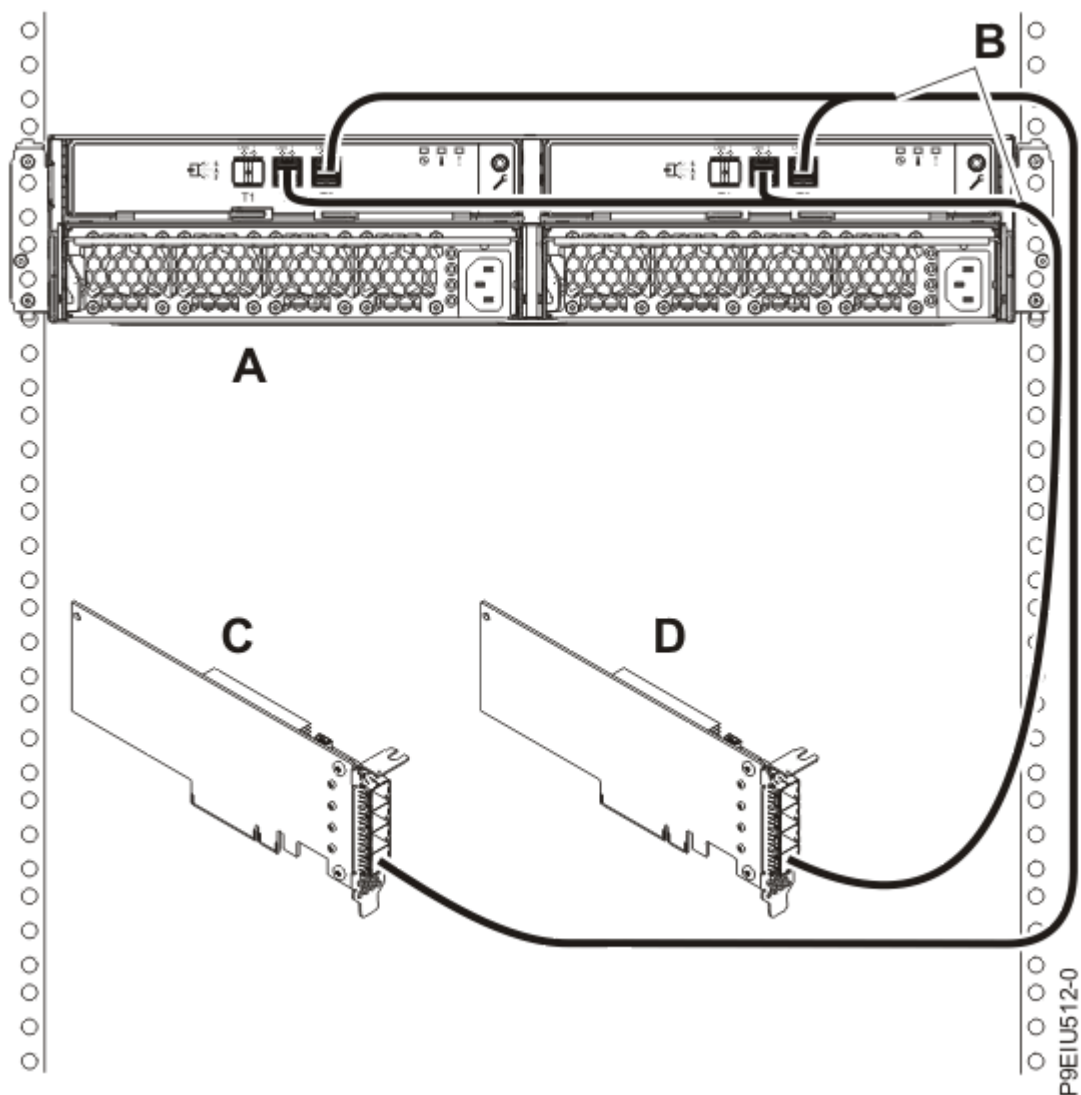

Figura 18. Conexão do modo 2 de um Gabinete de armazenamento ESLS usando cabos YO12 com dois adaptadores SAS independentes FC EJ0J, FC EJ0K ou FC EJ0M
18. Conclua uma conexão de modo 2 de um gabinete (A), usando cabos YO12 (B), para dois adaptadores SAS FC EJ0J, FC EJ0K ou FC EJ0M independentes (C e D), conforme mostrado em Figura 18 na página 23. Em seguida, continue com “Conectando cabos, cabos de energia e instalando tampas” na página 29.